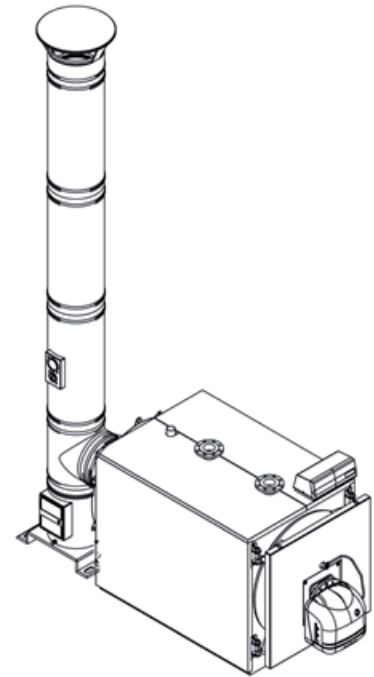

fig. 8
5.4 Evacuación de los productos de combustión (Fig. 8)